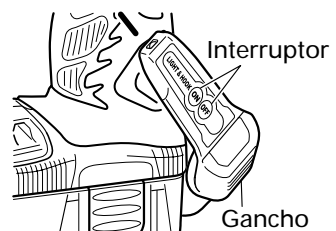

Fig. 13
- (1) Presione el interruptor para apagar la luz. Si se olvida de apagar la luz, la misma se apagará automáticamente al cabo de 15 minutos.
- (2) La dirección de la luz se puede ajustar dentro del alcance de las posiciones 1 - 5 del gancho. (Fig. 13)